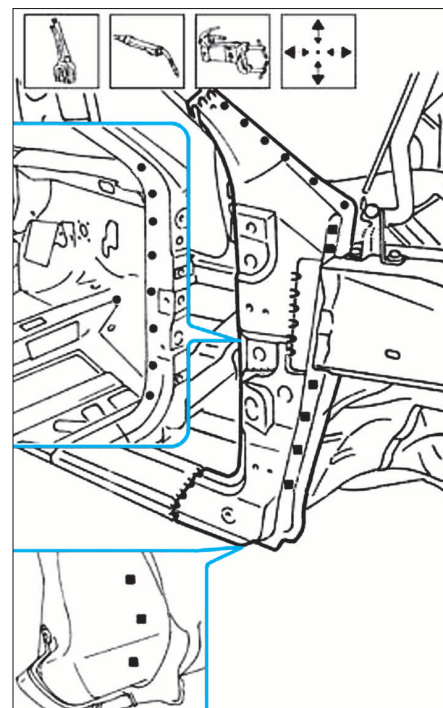

FIG. 15
- Ajuster le pied AV avec la porte et l'aile AV, puis souder comme illustré (Fig.15).